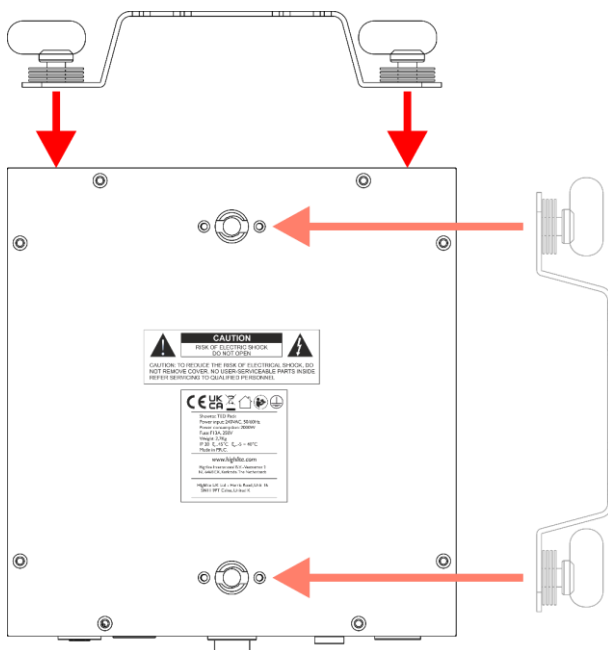

Fig. 08
- 01) Sujete el soporte con enganches rápidos suministrado al dispositivo a través de los **orificios de montaje para el soporte con enganches rápidos (15) o (16)**. Puede colocar el soporte con enganches rápidos en la placa superior o en la placa trasera del dispositivo como se muestra en la Fig. 08.